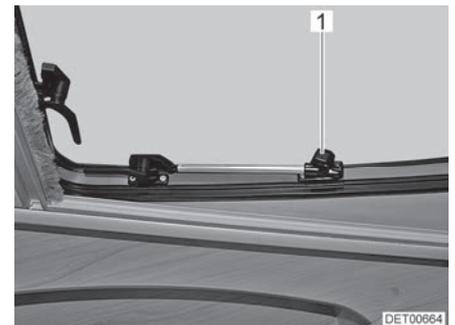

Fig. 37 Lucernario con deflettori a rotazione, aperto
- Aprire il lucernario fino alla posizione desiderata e fissarla mediante il pomello zigrinato (Fig. 37,1).
- Ruotare il pomello zigrinato (Fig. 37,1) fino a che l'arresto viene sbloccato.